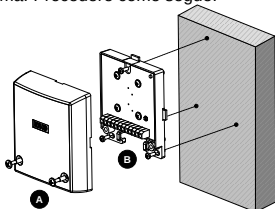

Figura 1: Installazione del microfono selettivo direttamente su di una superficie metallica
- Rimuovere le viti di fissaggio del coperchio per separare quest'ultimo dalla base, vedere la Figura 1(A) / 2(B).
Installazione diretta su di una superficie metallica (Figura. 1)
- Fissare il microfono selettivo utilizzando le viti fornite, vedere la Figura 1(B).
- Riposizionare il coperchio e stringere le viti di fissaggio, vedere la Figura 1(A) / 2(B).